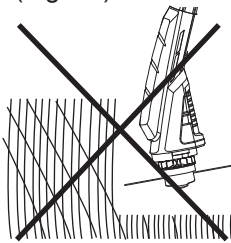
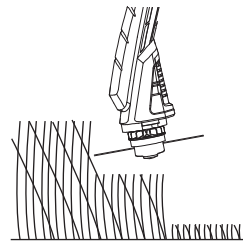

Fig. 10
Fig. 11
6. Assegure que o dispositivo de corte permanece limpo e livre de restos de material que possam causar encravamento. Verifique regularmente. Solte o interruptor para ligar/desligar (2) e desconecte o produto da fonte de alimentação antes de verificar.
7. Apare a relva mais comprida por etapas; não corte a relva comprida com um só corte (Fig. 10). Para melhores resultados, corte a relva mais comprida por etapas (Fig. 11).